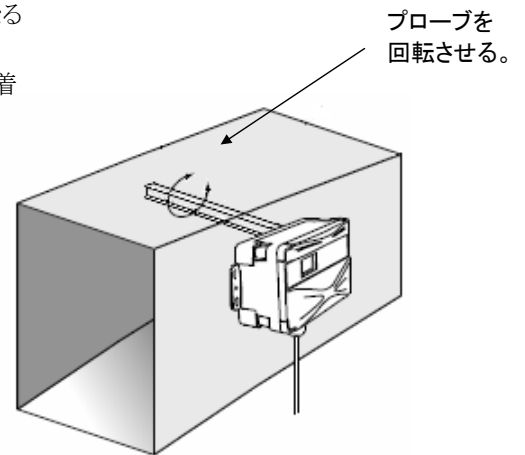

図 3. ダクトへの設置図
- 3) ダクトにプローブを挿入し、本体のガスケット部とダクトを確実に密着させてネジで固定します。(図 3 参照)